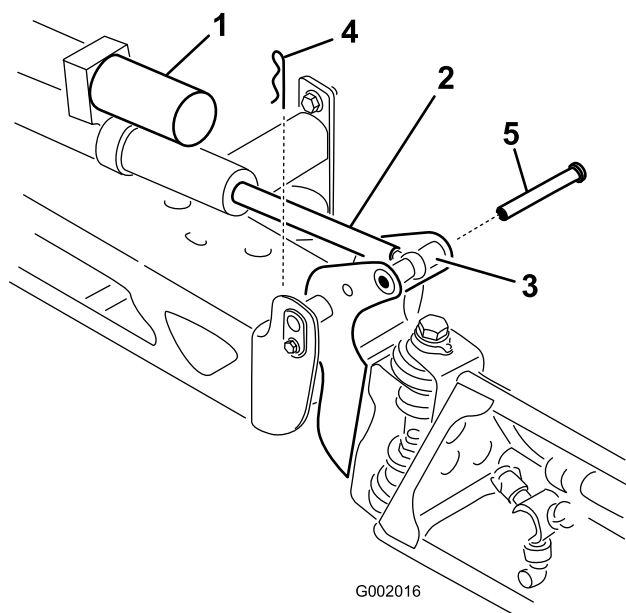

Figure 34
2. Retirez la goupille fendue de l'axe de pivot (Figure 34).
3. Soulevez la rampe et déposez l'axe (Figure 34). Abaissez lentement la rampe jusqu'à la butée.
6. Élevez la rampe pour aligner le pivot sur la tige d'actionneur. Tout en maintenant la rampe, insérez l'axe dans le pivot de rampe et la tige d'actionneur (Figure 34).